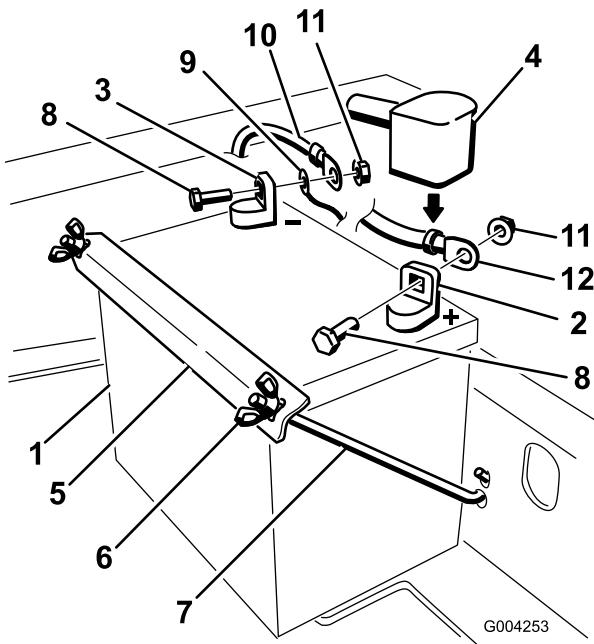

Figura 36
4. Primero desconecte el cable negativo de la batería y el cable de tierra del borne negativo (-) de la batería (Figura 36).
5. Retire la cubierta de goma roja del borne positivo (rojo) de la batería. Luego retire el cable positivo (rojo) de la batería (Figura 36).
6. Retire ambas tuercas de orejeta (1/4 pulgada) que fijan la brida de la batería (Figura 36).
1. Coloque la batería en la bandeja, con los bornes hacia el motor (Figura 36).
4. Sujete los cables con 2 pernos (1/4 x 3/4 pulgadas), 2 arandelas (1/4 pulgada), y 2 contratuerca (1/4 pulgada) (Figura 36).
6. Fije la batería con pernos en J, una brida de sujeción y 2 arandelas (1/4 pulgada), y 2 tuercas de orejeta (1/4 pulgada) (Figura 36).